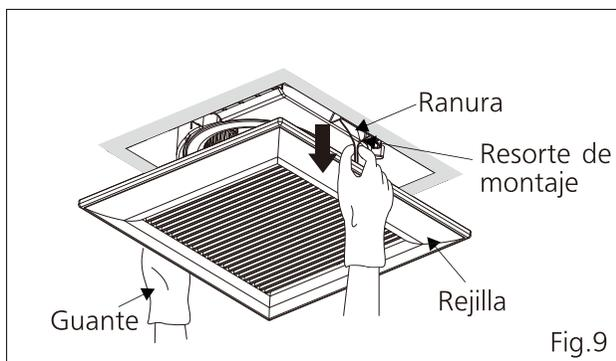

Fig.9
1. Quite la rejilla. (Apriete el resorte de montaje y tire cuidadosamente hacia abajo) (Fig.9)